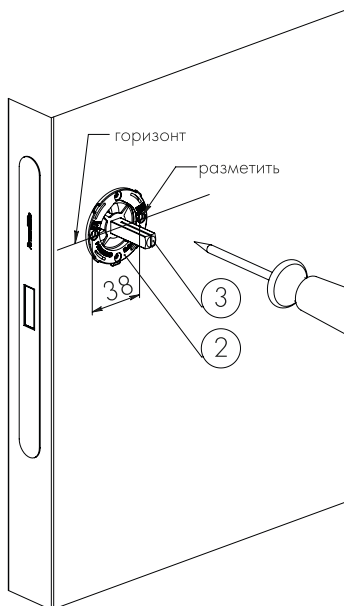

рис. 3
2. Установить квадрат ③ в защёлку и на него надеть основание ②. Вывернуть основание ② относительно горизонта и центра квадрата, затем нанести разметку под стяжные винты, как показано на рис. 3.